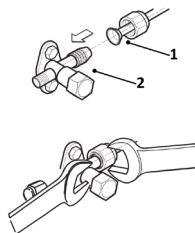

fig. 19 -
- Potrivii extremitățile conductei cu racord (part.1 "fig. 19 -") montat anterior cu cele ale racordurilor de pe unitățile interne sau de pe robinetele unităților externe (part.2 "fig. 19 -").